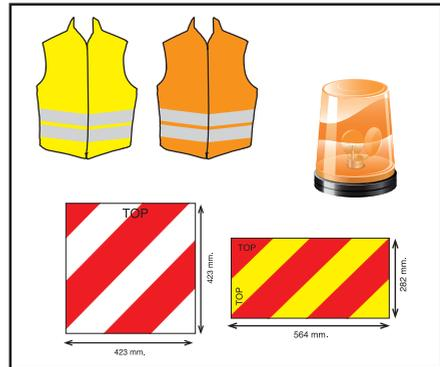

Abb. 2.13
- Sicherstellen, dass der Traktor und die eventuell vorhandenen Anbaugeräte mit den Hinweissymbolen für langsame Fahrzeuge oder mit einer Rundumleuchte ausgestattet sind, wenn dies vom Gesetz vorgeschrieben ist (Abb. 2.13).